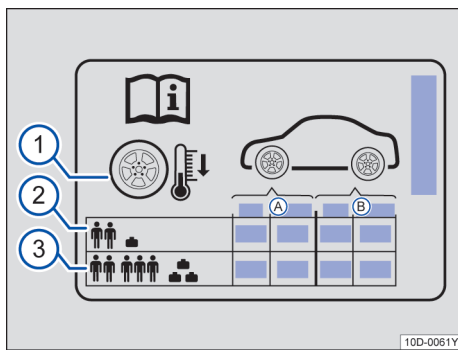

图 141 胎压标签上的图标
胎压标签上的数据 → 图 141：
- 在有效负荷较大时要相应地调整轮胎压力→ 图 141③。